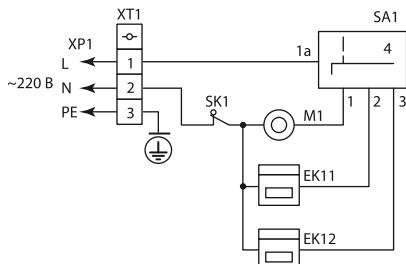

Рисунок 2. Электрическая схема тепловой завесы ЗТС-1
7.2. Подключение тепловой завесы ЗТС-2 производится напрямую к щиту питания сети 230 В кабелем* с сечением не менее 3х2,5. В щите питания для защиты электропроводки от перегрузок должен быть установлен автоматический выключатель на 25 А, который используется, как разъединитель цепи. Подключение проводить согласно электрической схеме (рисунок 2 – ЗТС-1 с вилкой и проводом; рисунок 2 – ЗТС-2 без вилки и провода).